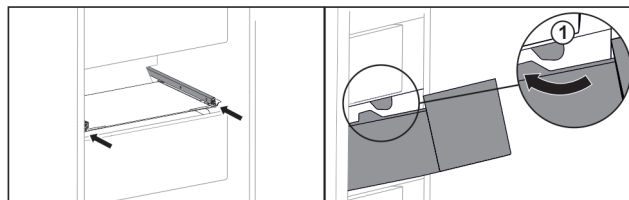

Fig. 100
- ▶ Ghidați sertarul în jurul opritorului Fig. 100 (1).